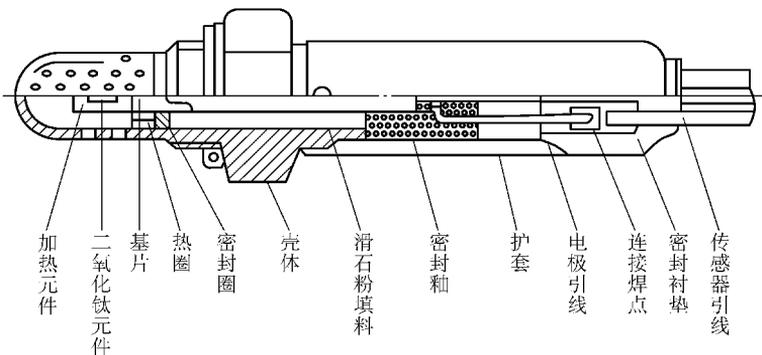

图 4-2 二氧化钛型氧传感器的结构
(2) 二氧化钛型氧传感器的结构特点 二氧化钛属于 N 型半导体材料，其阻值大小取决于材料温度和周围环境中氧离子的浓度，因此可以用来检测尾气中的氧离子的浓度。它主要由二氧化钛传感元件、钢质壳体、加热元件和电极引线组成。与二氧化锆型氧传感器不同的是二氧化钛型氧传感器不需要与大气进行比较，因此对传感元件的密封性和防水性提供了保证，同时避免了二氧化锆型氧传感器因内表面与大气接触的孔被泥堵塞后，无法进行氧气浓度差的比较，造成氧传感器输出电压变化频率过慢的故障。二氧化钛型氧传感器在电极引线与护套之间设置一个硅橡胶密封垫圈，可以防止水蒸气侵入传感器内部造成的腐蚀。二氧化钛型氧传感器的结构见图 4-2。